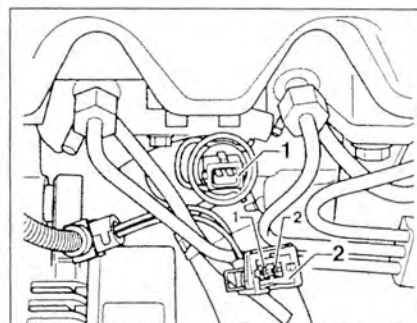

Рис. 3.39. Проверка сопротивления термовыключателя.
4. Присоедините ручной тестер V.A.G 1526 A или мультиметр V.A.G 1715 к контактам термовыключателя 1 для измерения сопротивления (рис. 3.39). Установочные значения: ниже 103 °C – ∞ Ом, больше 104 °C – 0 Ом.